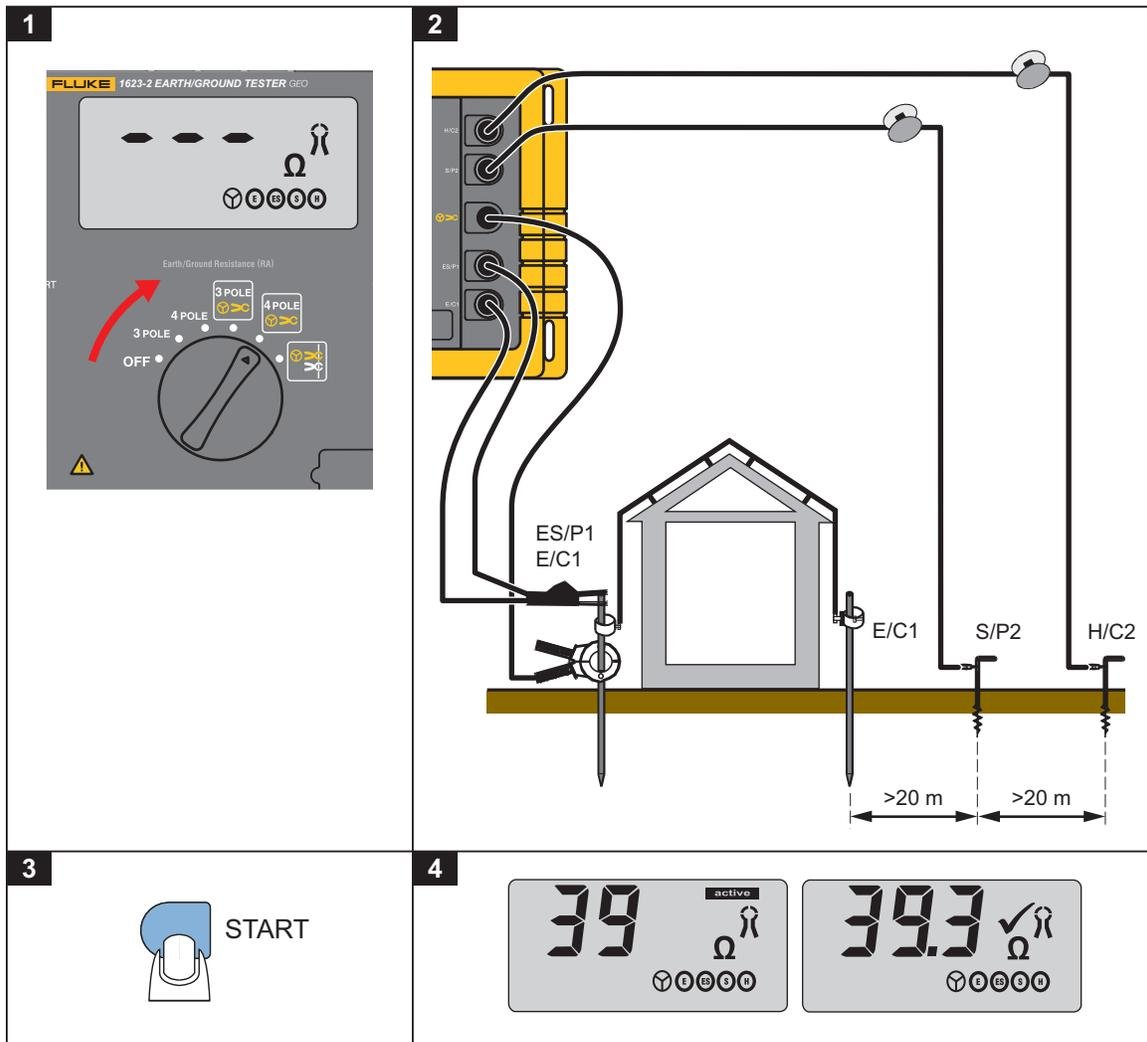

Figura 7. Misura selettiva quadripolare R_A della resistenza di terra con pinza amperometrica
1. Selezionare la funzione **4 POLE** . Vedere la Figura 7.